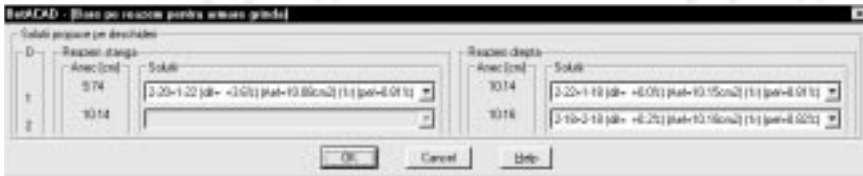

Figura nr. 8
- generarea și alegerea soluțiilor pentru reazeme se face în mod analog (Fig. nr. 8);